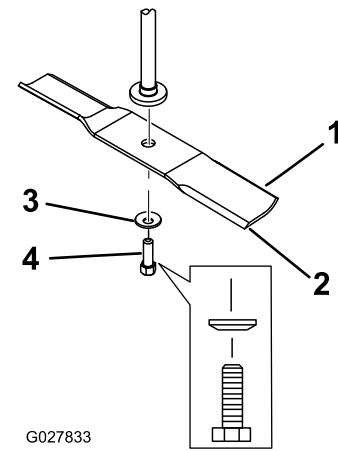

Bild 66
2. Entfernen Sie die Messerschraube, Wellenscheibe und das Messer von der Spindelwelle (Bild 66).
1. Setzen Sie das Messer auf die Spindelwelle (Bild 66).
2. Setzen Sie die Wellenscheibe (Kappenseite zum Messer) und die Messerschraube ein (Bild 66).